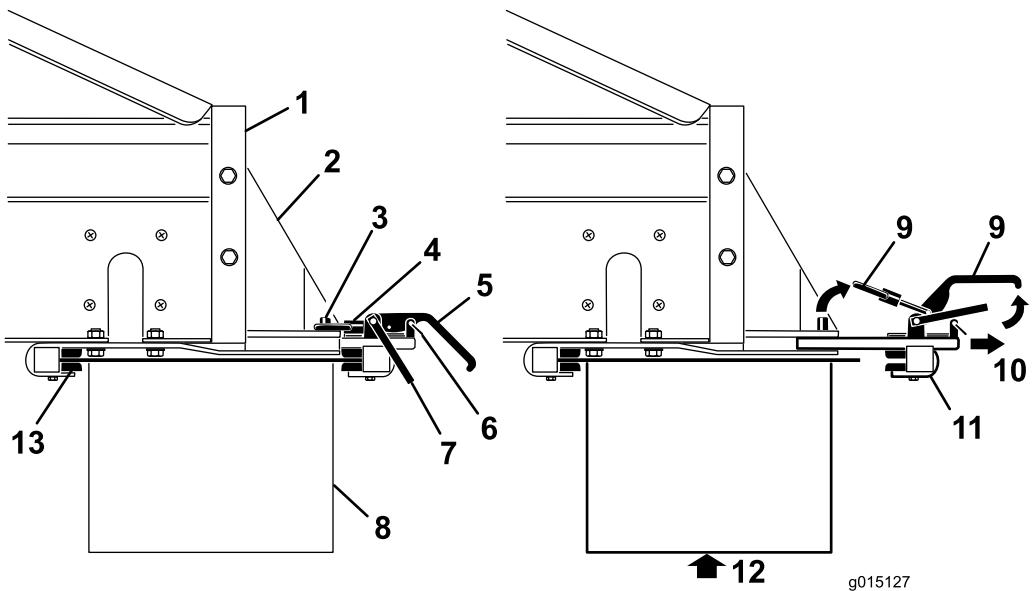

Figura 40
1. Rimuovete le clip dei fermi di sicurezza dalle maniglie di attacco (Figura 40).
2. Sollevate il fermo di sicurezza, poi le maniglie di attacco dell'accessorio e liberate gli anelli di bloccaggio dai perni di bloccaggio ((Figura 40)).
3. Estraete il gruppo di attacco posteriore dell'accessorio dalle fessure di attacco rapido (Figura 40).
4. Con l'aiuto di una persona, inserite il bordo anteriore dello spargitore doppio sopra e sotto la parte posteriore della macchina nei morsetti anteriori sulle staffe (Figura 40).
5. Sostenete lo spargitore doppio, facendo scorrere contemporaneamente il gruppo di attacco posteriore dell'accessorio nelle fessure delle staffe, sulla parte posteriore (Figura 40).
7. Montate le clip dei fermi di sicurezza sulle maniglie di attacco (Figura 40).